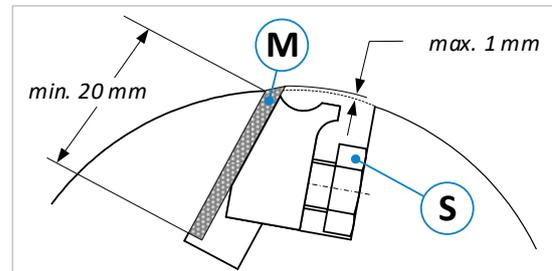

Figure 42 : arbre cannelé
- Les lames de rabot (M) ne doivent être réaffûtées que jusqu'à ce qu'une longueur de serrage minimale de 20 mm puisse être respectée avec un dépassement de lame de 1 mm maximum (voir ⇒ Figure 42).